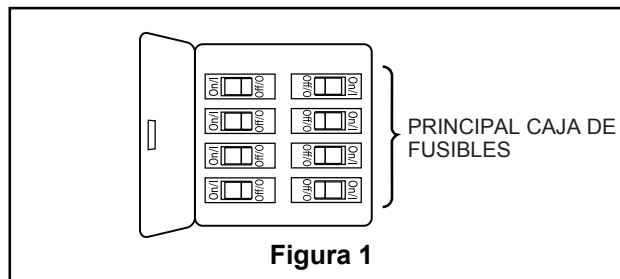

Figura 1
1. Extraiga la pieza de la bola colgante de la unidad de la bola colgante / varilla aflojando el tornillo de presión de la bola colgante hasta que la bola se libere de la varilla. Retire el pasador del barral y luego extraiga la semiesfera. Conserve el pasador y la semiesfera para su reinstalación en el Paso 6 (Figura 1).
Para evitar una posible descarga eléctrica, asegúrese de cortar la alimentación eléctrica de la caja de fusibles principal antes de colgar el ventilador. (Figura 1)